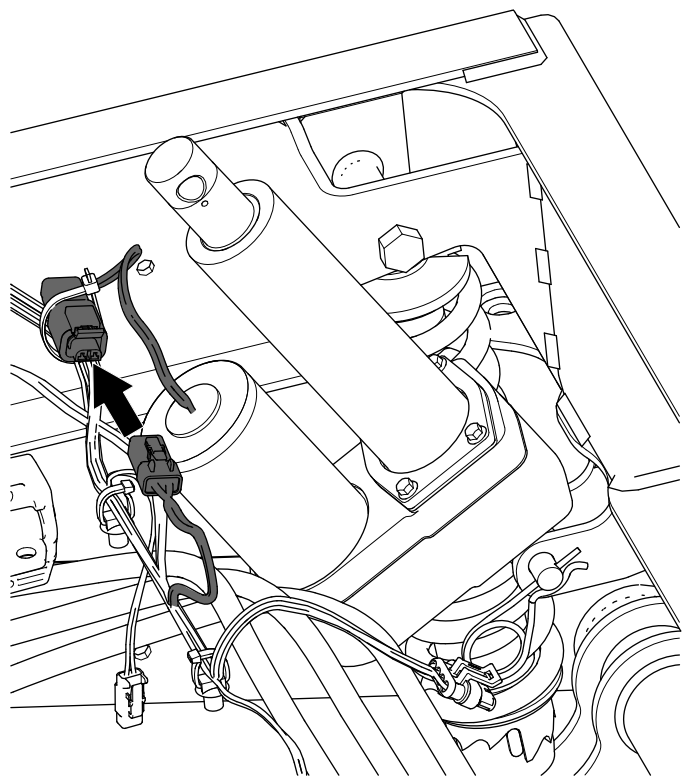

図 11
3. 昇降アクチュエータの2ピンコネクタを、車両の後部ハーネスの2ソケットネクタに接続する 図 11。